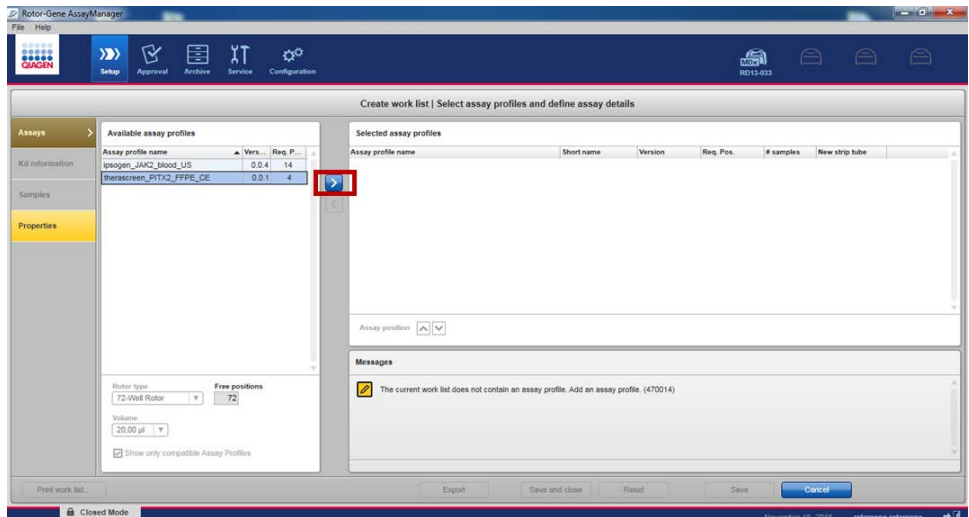

Figura 8. Importación de perfil de análisis.
18. Seleccione el perfil de ensayo de PITX2 de la lista de perfiles de ensayo disponibles (Figura 8).
19. Transfiera el perfil de ensayo seleccionado a la lista de perfiles de ensayo seleccionados. Para ello, haga clic en la flecha (a la derecha del nombre del perfil de ensayo). Ahora, el perfil de ensayo debería mostrarse en la lista "Selected assay profiles" (Perfiles de ensayo seleccionados) (Figura 8).